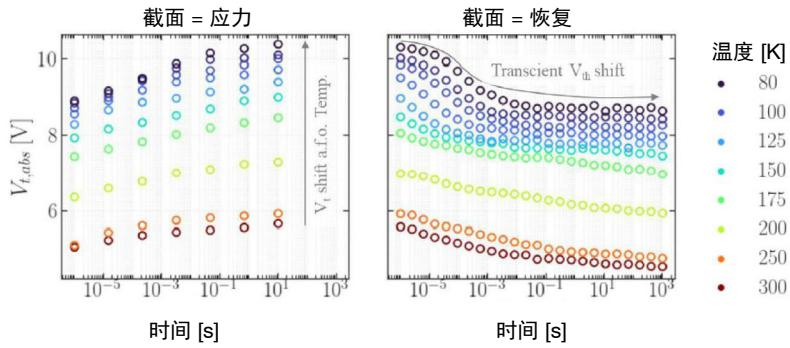
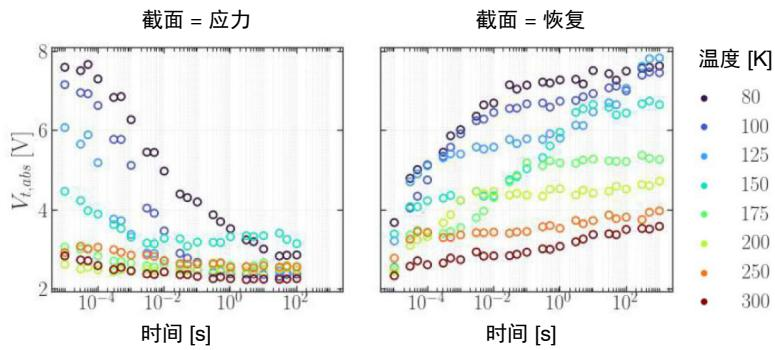

图 11. $V_G = +10$ V 的 PBTI 期间和后续恢复期间, V_{th} 漂移与时间和温度的函数关系
图 12. $V_g = -10$ V 的 NBTI 期间和后续恢复期间, V_{th} 漂移与时间和温度的函数关系
- 提取俘获发射时间 (CET) 图 (V_{th} 漂移由俘获的电荷引起, 分布在能量和空间中)。图 11 显示了在 10 V PBTI 应力条件下, V_{th} 在应力期间和后续恢复期间的漂移, 图 12 则为 -10 V NBTI 应力下